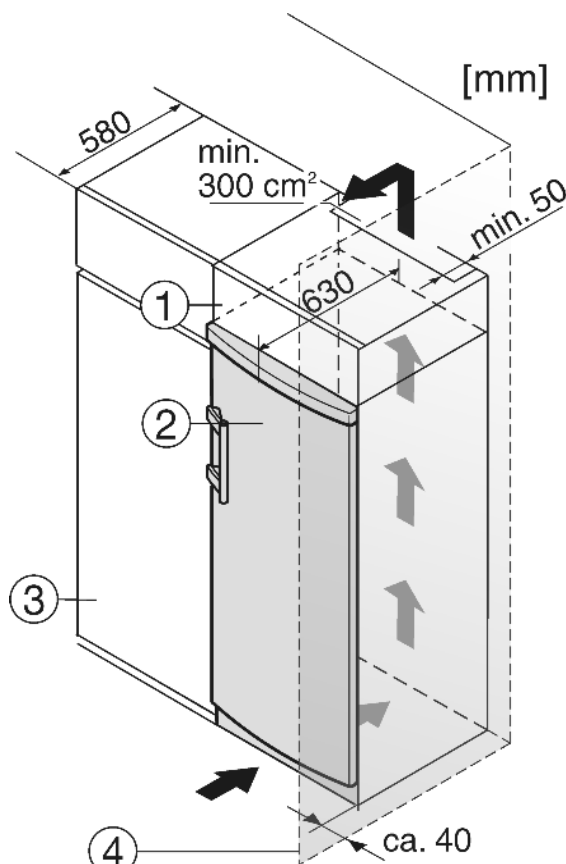

Fig. 8
(1) Élément haut
(2) Appareil
(3) Placard de cuisine
(4) Mur
L'appareil peut être entouré de meubles de cuisine. Pour adapter l'appareil *Fig. 8 (2)* à la hauteur des placards de la cuisine intégrée, on peut placer un élément haut *Fig. 8 (1)* au-dessus de l'appareil.
Lors de la transformation avec des placards de cuisine (profond. max. 580 mm) l'appareil peut être placé directement à côté du placard *Fig. 8 (3)*. La porte de l'appareil saillit latéralement de 34 mm et au milieu de l'appareil de 50 mm par rapport à la face avant du placard de cuisine. Ainsi, elle se laisse ouvrir et fermer sans problèmes.
Si l'appareil est installé avec les charnières à côté d'un mur *Fig. 8 (4)*, la distance entre l'appareil et le mur doit être de 40 mm min. Ceci correspond à la saillie de la poignée lorsque la porte est ouverte.